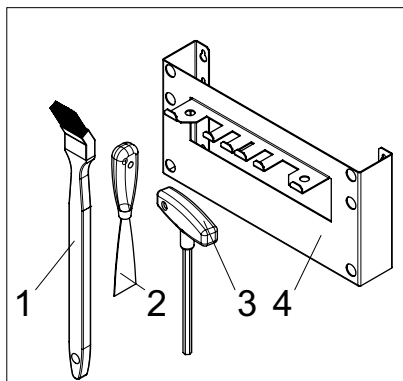

Fig. 127 Reinigungs- und Bediengeräte
- Aufhängekonsole mit Anleitungsmappe, Reinigungs- und Bediengeräten an eine Wand im Heizraum montieren – Fig. 127.